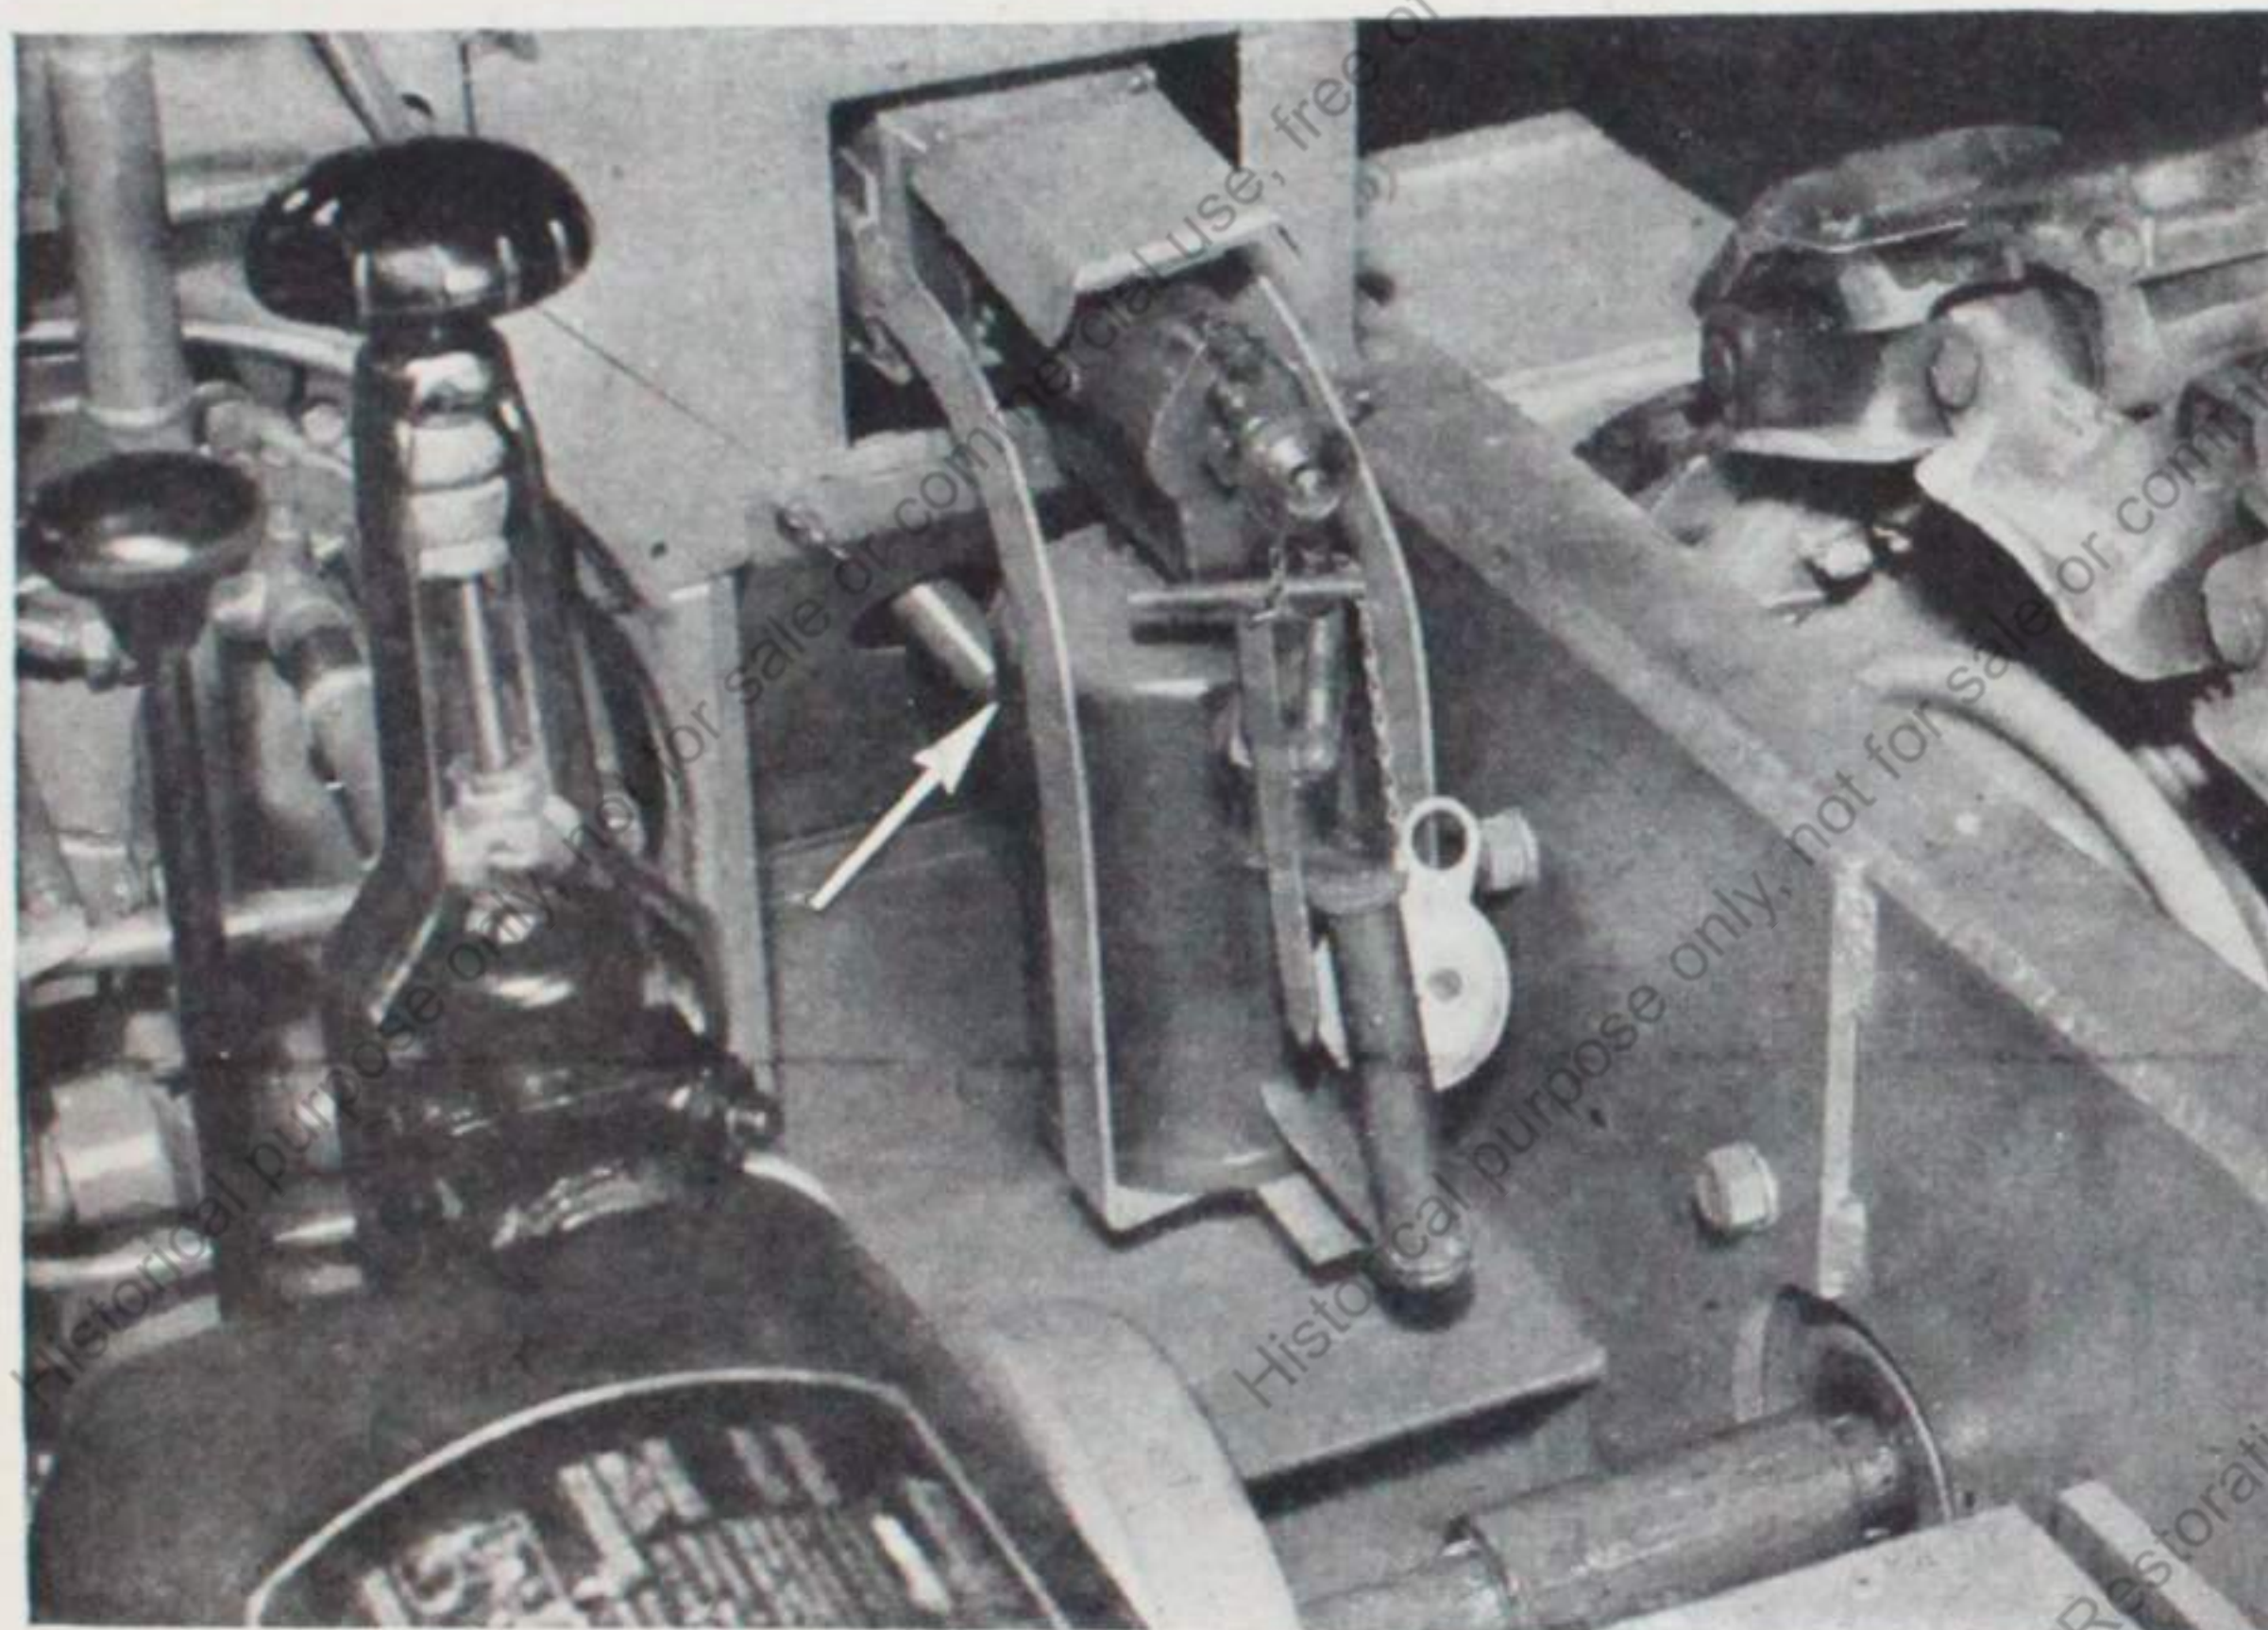

Bild 11
b) Ablaufverschraubung unten am Kühlwasserheizgerät (Bild 11) nicht vergessen!